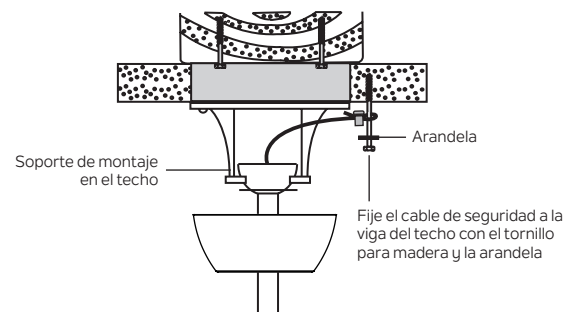

Figura 11
Paso 1. Coloque la arandela en el tornillo para madera. Fije el tornillo para madera y la arandela a la viga del techo que se encuentra junto al soporte de montaje del techo, pero no los apriete. **(Figura 11)**